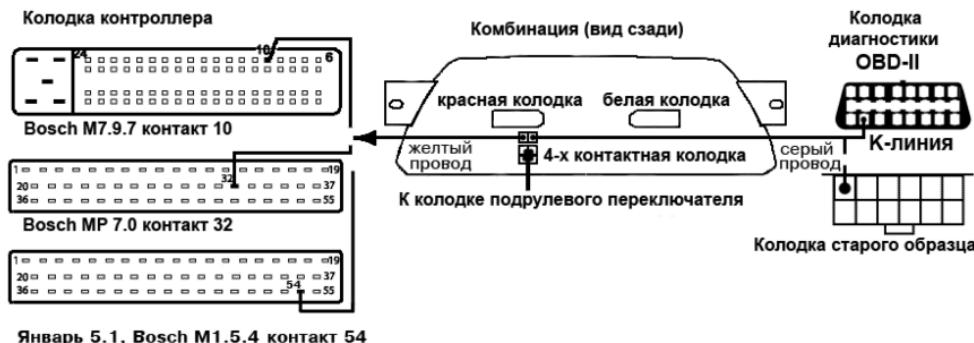

Рис.1. Схема подключения БК комбинации GF625 на автомобилях LADA 2110,2114, 2115.
6.4. Пропустить провод диагностической "К - линии" БК ЭКП к диагностической колодке и подсоединить его согласно Рис. 1 (см. стр. 3).
6.5. Демонтировать штатный правый подрулевой переключатель и установить на место подрулевой переключатель из комплекта к электронной комбинации приборов. Подключить подрулевой переключатель к комбинации GF625 согласно Рис. 1 (см. стр. 3).